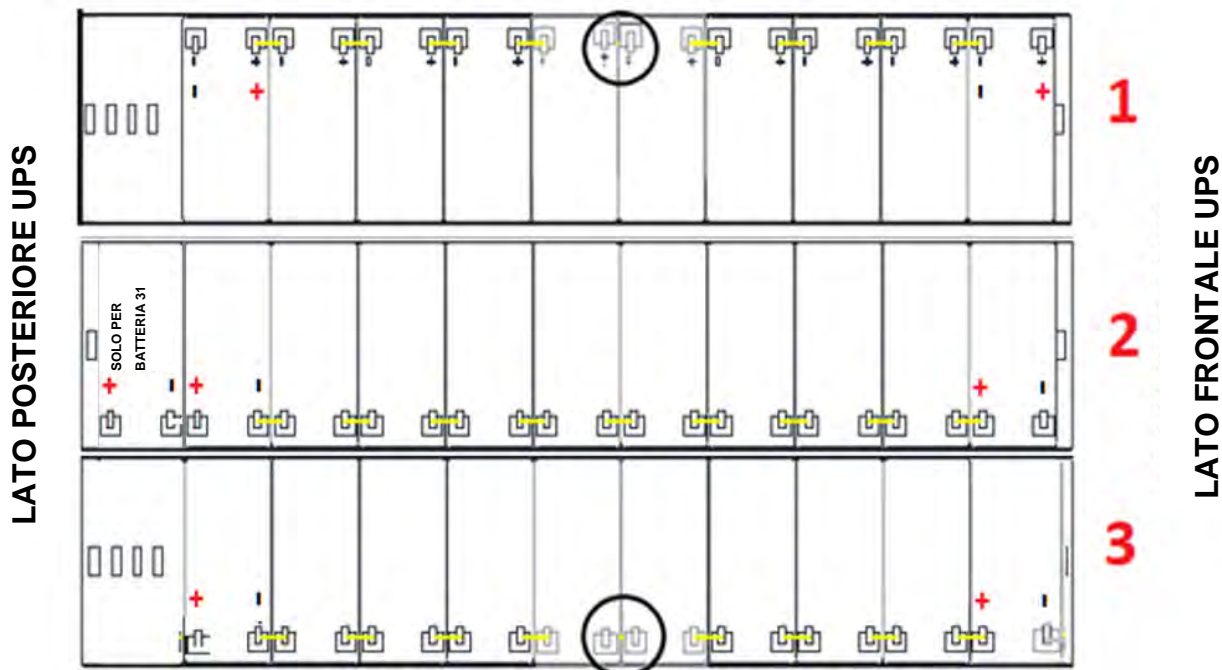

Figura 12 - Vista dall'alto Piano N°1
5) Sul Piano n°1 inserire i cassettei n°1-2-3 rispettando la posizione come dimostrato in figura 12.